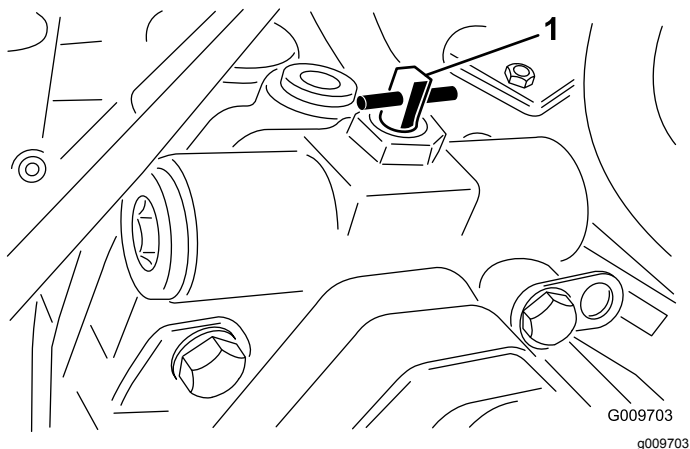

Figura 63
3. Rode a válvula de derivação 90° (1/4 de volta) em qualquer direção, para permitir a passagem interna do fluido (Figura 63).
2. Rode a válvula de derivação 90° (1/4 de volta) em qualquer direção, para permitir a passagem interna do fluido (Figura 63).